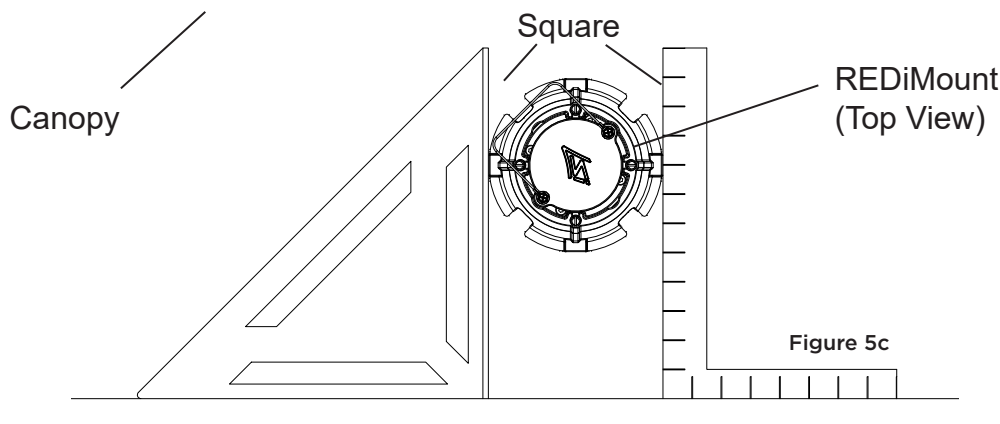

Figure 5c
- If self-drilling fasteners have not been installed at this point, rotate the REDiMount to align to canopy decking. Alignment flats are present on the Lock Collar that can be used with a Square to facilitate alignment (Fig. 5c).
- Si no se han instalado sujetadores autoperforantes en este punto, gire el REDiMount para alinearlos con la plataforma del dosel. Los planos de alineación están presentes en el collar de bloqueo que se puede usar con una escuadra para facilitar la alineación (Fig. 5c).